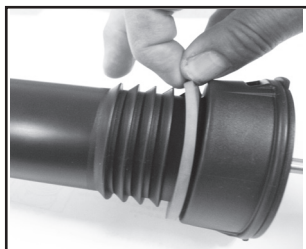

Figure 1
1. Inspecter le joint d'étanchéité. Le remplacer s'il est usé ou endommagé (**Figure 1**).